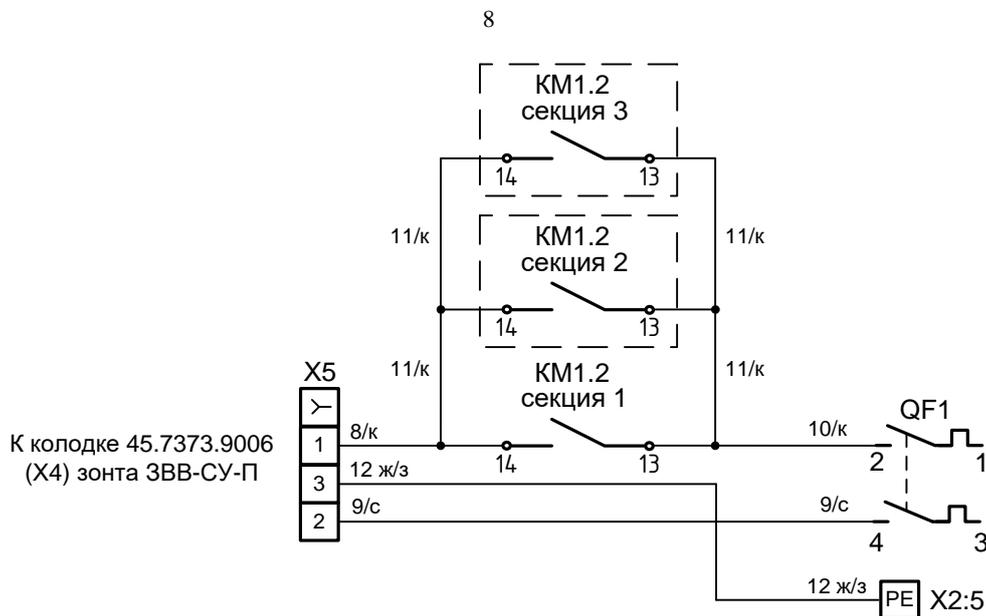

Рис.2 Схема подключения зонта ЗВВ-1500П к верхней секции шкафа ЭШП-1-3-СУ
- провод поз. 8/к подключить: один конец с наконечником гильза к контактору KM1:14 верхней секции шкафа, а другой конец с наконечником SF2DK (Фз) - к колодке 45.7373.9005 из комплекта согласно рис. 2;
- провод поз. 10/к подключить: один конец к автоматическому выключателю QF1:2, а другой конец - к контактору KM1:13 верхней секции шкафа согласно рис. 2;
- провод поз. 9/с подключить: один конец с наконечником гильза к автоматическому выключателю QF1:4 верхней секции шкафа, а другой конец с наконечником SF2DK (Фз) - к колодке 45.7373.9005 из комплекта согласно рис. 2;
- провод поз. 12/ж-з подключить: один конец с наконечником гильза к клемме Wago X2:5 верхней секции шкафа, а другой конец с наконечником SF2DK (Фз) - к колодке 45.7373.9005 из комплекта согласно рис. 2;
- провод поз. 11/к подключить: один конец к контактору KM1:13 верхней секции шкафа, а другой конец к контактору KM1:13 средней секции шкафа согласно рис. 2;
- провод поз. 11/к подключить: один конец к контактору KM1:14 верхней секции шкафа, а другой конец к контактору KM1:14 средней секции шкафа согласно рис. 2;
- провод поз. 11/к подключить: один конец к контактору KM1:13 средней секции шкафа, а другой конец к контактору KM1:13 нижней секции шкафа согласно рис. 2;
- провод поз. 11/к подключить: один конец к контактору KM1:14 средней секции шкафа, а другой конец к контактору KM1:14 нижней секции шкафа согласно рис. 2;